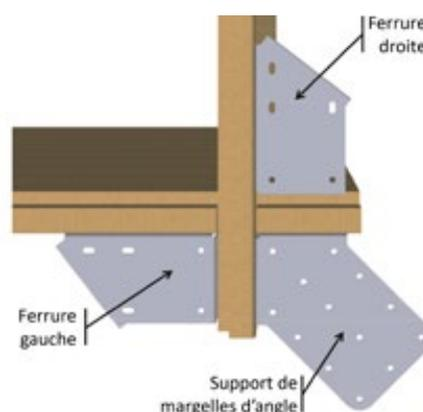

Figure 19 – Mise en place des ferrures dans les angles
- Dans les angles, montez quatre ferrures « droite » et quatre ferrures « gauche », ainsi que quatre supports de margelles d'angle, selon la **Figure 19**. Utilisez 4 vis penture torx 6 × 20 en inox a2 (sachet g) par équerre et 6 vis penture torx 6 × 20 en inox a2 (sachet g) par ferrure, soit un total de 64 vis.